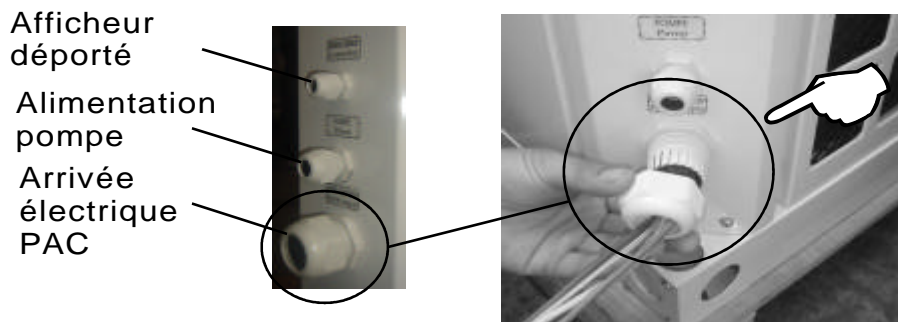

Figure 4-11
- (9). Durant le câblage, ne pas serrer le presse-étoupe situé en bas de la PAC. Effectuer le câblage, et serrer ensuite le presse-étoupe (figure 4-11).